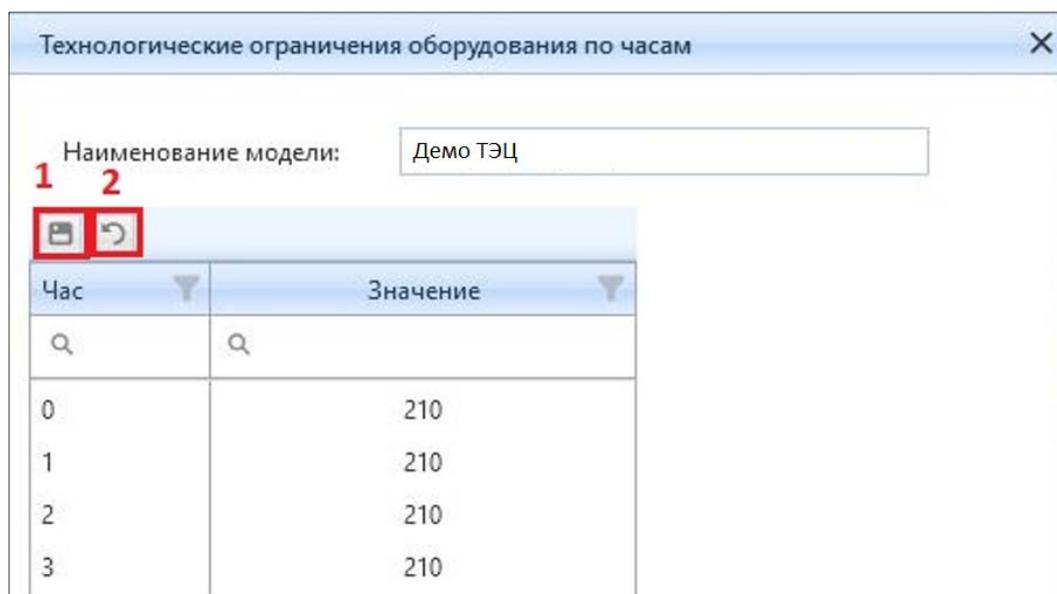

Рисунок 4.4.13 – Окно почасовых ограничений
При нажатии на ссылку «Задать по часам» (поле 6 рис. 4.4.12) появляется дополнительное окно (рис. 4.4.13).
В данном окне можно установить ограничение данного параметра на каждый час. После внесения необходимо нажать кнопку (1) «Сохранить» (рис. 4.4.13), а для отмены внесенных изменений нажать кнопку (2) «Отменить» (рис. 4.4.13).